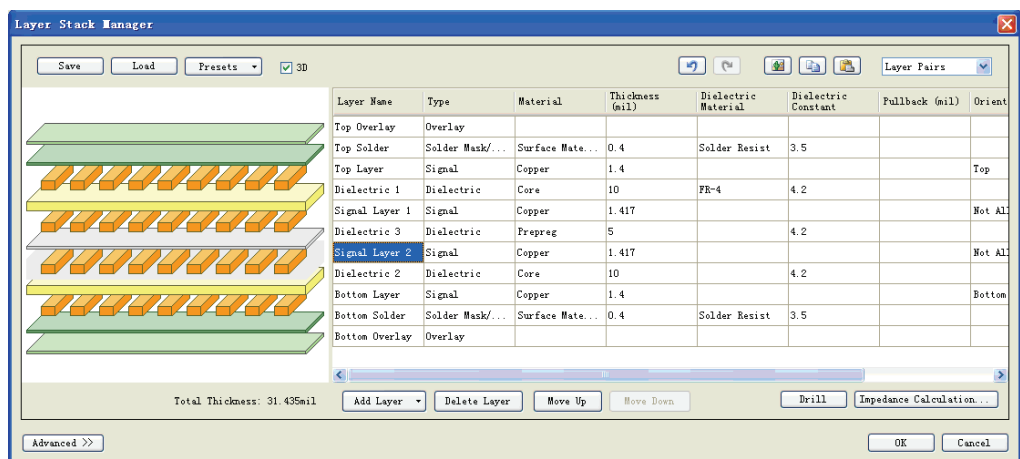

图 11-57 添加电源层对话框
(2) 连续单击两次  按钮，增加两个电源层 Signal Layer1 和 Signal Layer2，如图 11-57 所示。